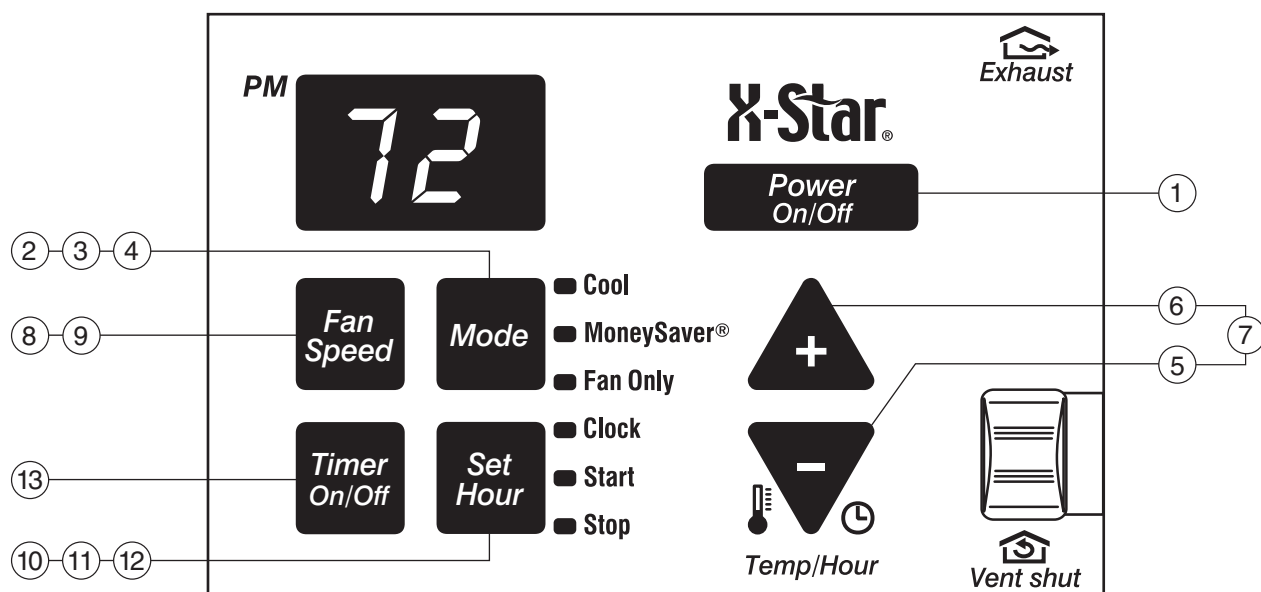

Figure 3
- 3 **FAN ONLY (ventilateur seulement)** - Appuyer sur la touche FAN ONLY pour ne faire fonctionner que le ventilateur. Il est possible d'utiliser cette fonction avec la fonction air frais / évacuation (FRESH AIR/ EXHAUST) pour amener de l'air frais dans la pièce ou faire sortir de l'air vicié. La fonction de refoulement (EXHAUST) est située dans le coin supérieur droit du centre de commande électronique du climatiseur. Voir la page 22, Figure 3.